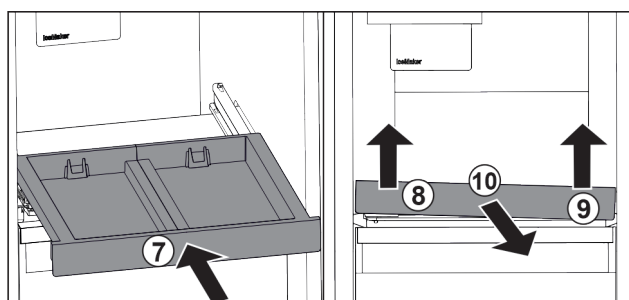

Fig. 193
- ▶ Inserați raftul extractibil. Fig. 193 (7)
- ▶ Ridicați raftul extractibil din față stânga. Fig. 193 (8)
- ▶ Ridicați raftul extractibil din față dreapta. Fig. 193 (9)
- ▶ Extrageți raftul extractibil spre înainte. Fig. 193 (10)